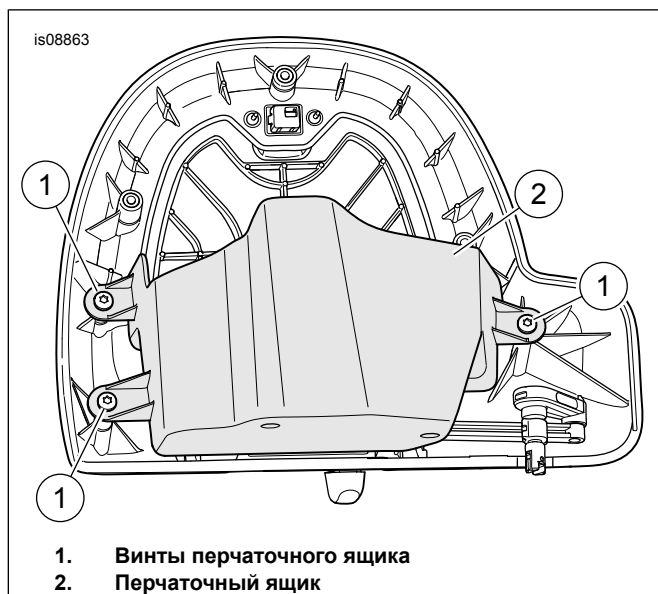

Рисунок 3. Виты перчаточного ящика
3. См. Рисунок 3 . Удалите три винта перчаточного ящика. Удалите перчаточный ящик в сборе (2).